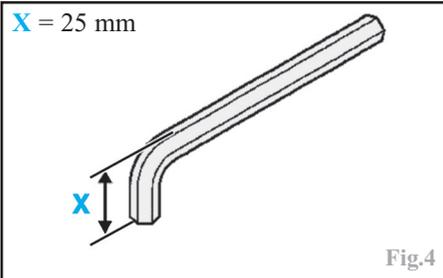

Fig.4
-l'écrou de la rotule inférieure, en contre-serrant son axe, si nécessaire, à l'aide d'une clé 6 pans mâles de 25 mm de hauteur (Fig.4).